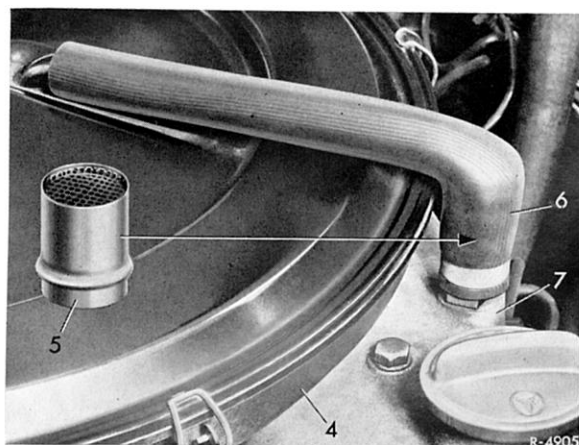

Bild 01-1/3
Bei der USA-Ausführung Typ 250/8 „Modelljahr 70“ ist zwischen Zylinderkopfhabe (7) und Sauggeräuschkämpfer (4) im Formschlauch (6) ein Flammenschutzsieb (5) eingebaut (Bild 01-1/3).